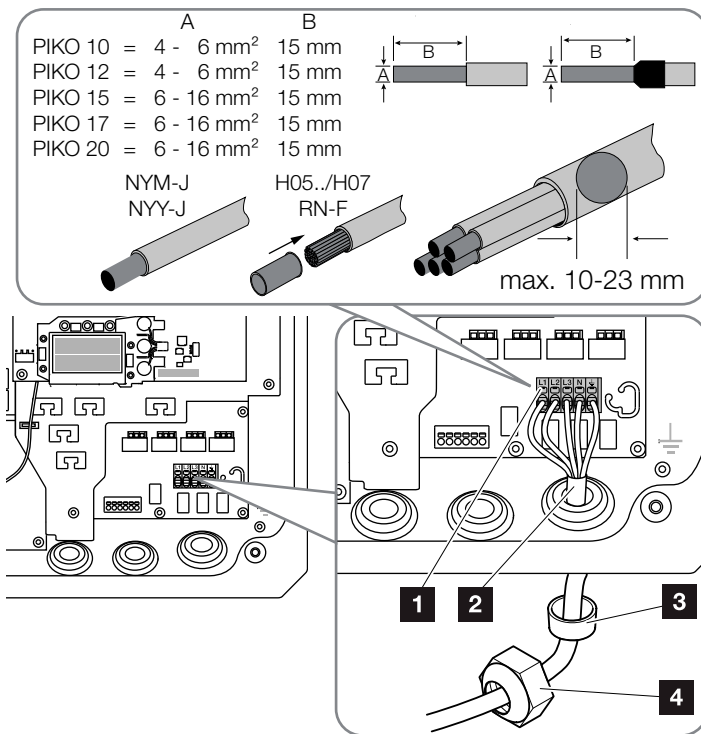

Abb. 22: Netzzuleitung am Wechselrichter anschließen
- 7. Die Adern der Netzzuleitung entsprechend der Beschriftung an der AC-Anschlussklemme anschließen. **!** **☑** **Abb. 22, Pos. 1**